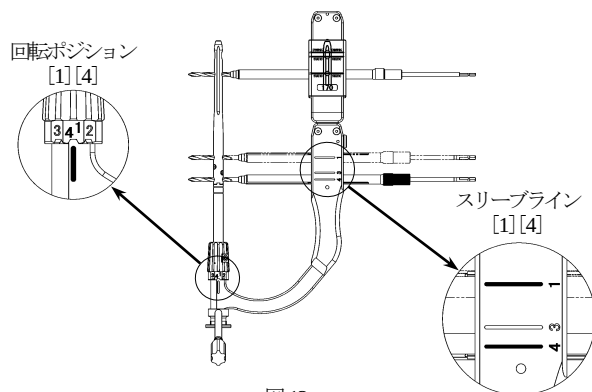

図 12
- * 10) ターゲットデバイスの回転ポジションとスリーブラインが [1] [4] に合致していることを確認し、顆部スクリュー用スリーブ内筒を組み付けた顆部スクリュー用スリーブ外筒を装着し、顆部用シャフトスクリュー用ドリルがネイルのスクリューホール [1] [4] に干渉しないで通過することを確認します。また、骨幹部スリーブガイドにディスタルスクリュー用ドリルスリーブを組み付けたディスタルスクリュー用スリーブを装着し、フルスレッドスクリュー用ドリルがネイルの骨幹部スクリューホールに干渉しないで通過することを確認します。スタティックとダイナミゼーションの両方を確認します。(図 12)